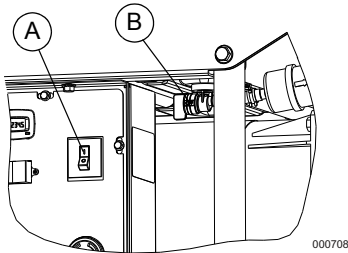
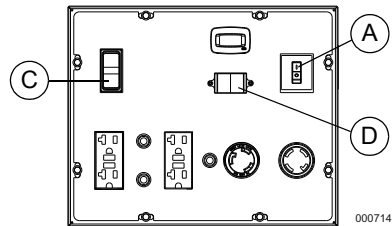

Figure 3-2. Commutateur du disjoncteur principal et robinet de carburant
Figure 3-4. Commutateur de marche et d'arrêt du moteur
3. Mettez le commutateur du disjoncteur principal à la position Arrêt (A). Voir la Figure 3-2.
4. Ouvrez le robinet de carburant (B). Voir la Figure 3-2.
6. Voir la Figure 3-4. Sur le tableau de commande, mettez le commutateur de marche et d'arrêt du moteur à la position Marche (C).
1. Laissez le moteur fonctionner pendant au moins dix secondes, puis mettez le disjoncteur principal à la position Marche (A). Voir la Figure 3-2 ou la Figure 3-4.
2. Sélectionnez la tension nominale au moyen du commutateur de tension (D). Voir la Figure 3-4.
1. Mettez le commutateur du disjoncteur principal à la position Arrêt (A). Voir la Figure 3-2 ou la Figure 3-4.
4. Ouvrez le robinet de carburant (A). Voir la Figure 3-2.
7. Appuyez sur le commutateur de démarrage du moteur (C) et maintenez-le enfoncé jusqu'à ce que le moteur démarre. Voir la Figure 3-4. Relâchez le commutateur de démarrage si le moteur ne démarre pas au bout de cinq secondes. Revoyez la procédure de démarrage avant de tenter de démarrer le moteur. Si le problème persiste, consultez la section « Dépannage. ».
9. Sélectionnez la tension nominale au moyen du commutateur de tension (D).